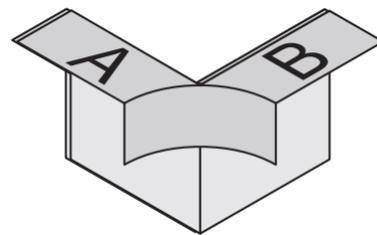

Figure 6 : Angle 3D préformé de type G
- Type G (Figure 6) : permet de traiter le cas particulier d'un angle sortant de cloison aligné avec l'angle du receveur ;